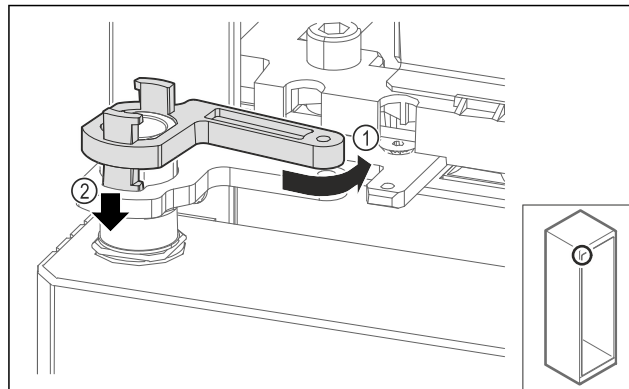

Fig. 66
- Vrid tillbaka lagerbockens låsning något Fig. 66 (1), tryck den nedåt Fig. 66 (2) och lås den i gångjärnsvinkeln.